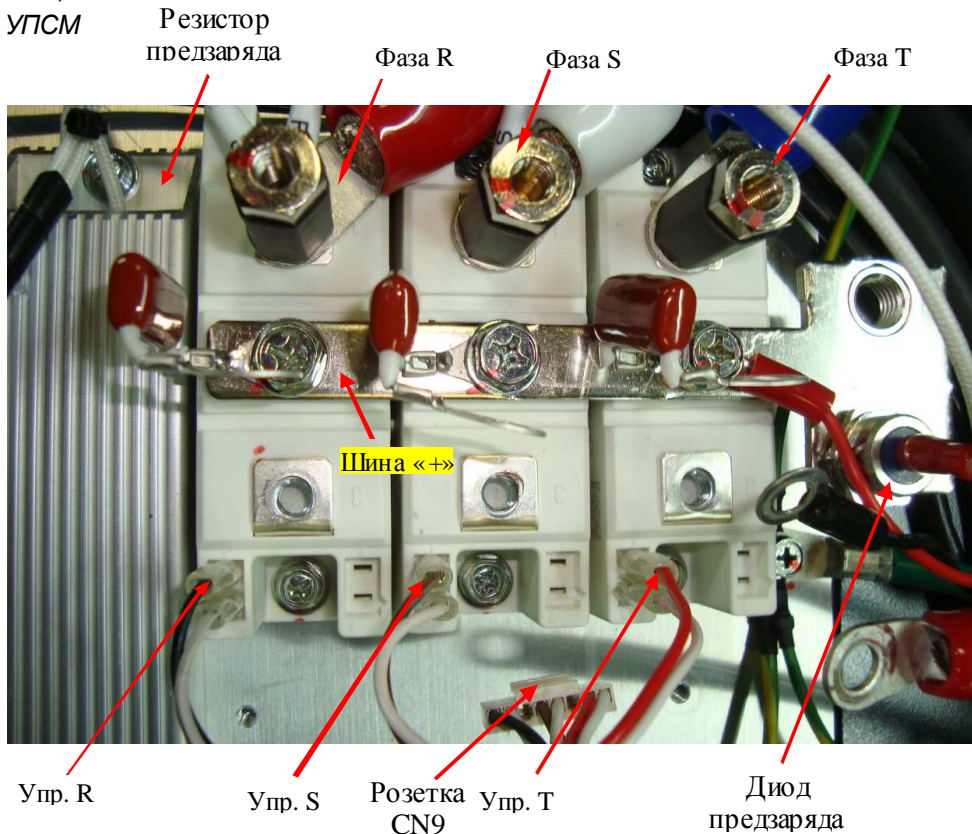

Рис. 4.7
Соединить выход «+» УПСМ с клеммой R (фаза R) преобразователя, выход «-» УПСМ с шиной «+» преобразователя, а выход «Упр.» УПСМ с контактом «Упр.R» (рис.4.7).
4.8.2. Если показания прибора отличаются от указанных в п. 4.8.1 цепь предзаряда считается неисправной и подлежит замене. Расположение элементов цепи предзаряда показано на рис. 4.7.